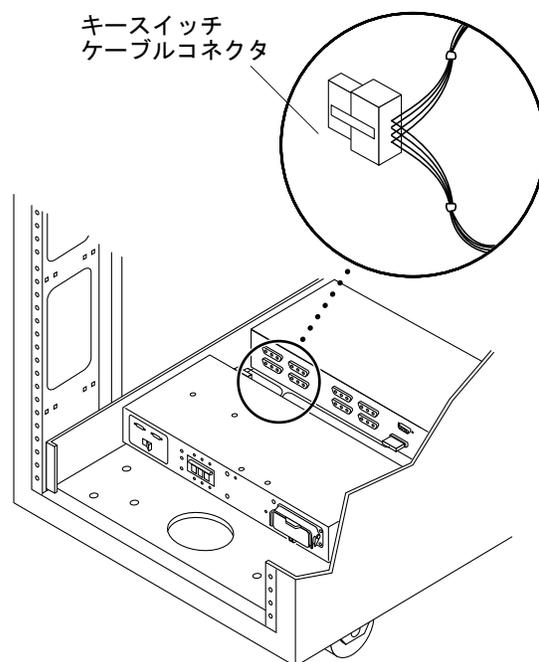

図 6-7 キースイッチケーブルコネクタ
2. 電源シーケンサの背面近くにあるアダプタケーブルコネクタから、キースイッチケーブルコネクタを外します (図 6-7)。
4. 電源シーケンサの背面近くにあるアダプタケーブルコネクタに、キースイッチケーブルコネクタを接続します (図 6-7)。